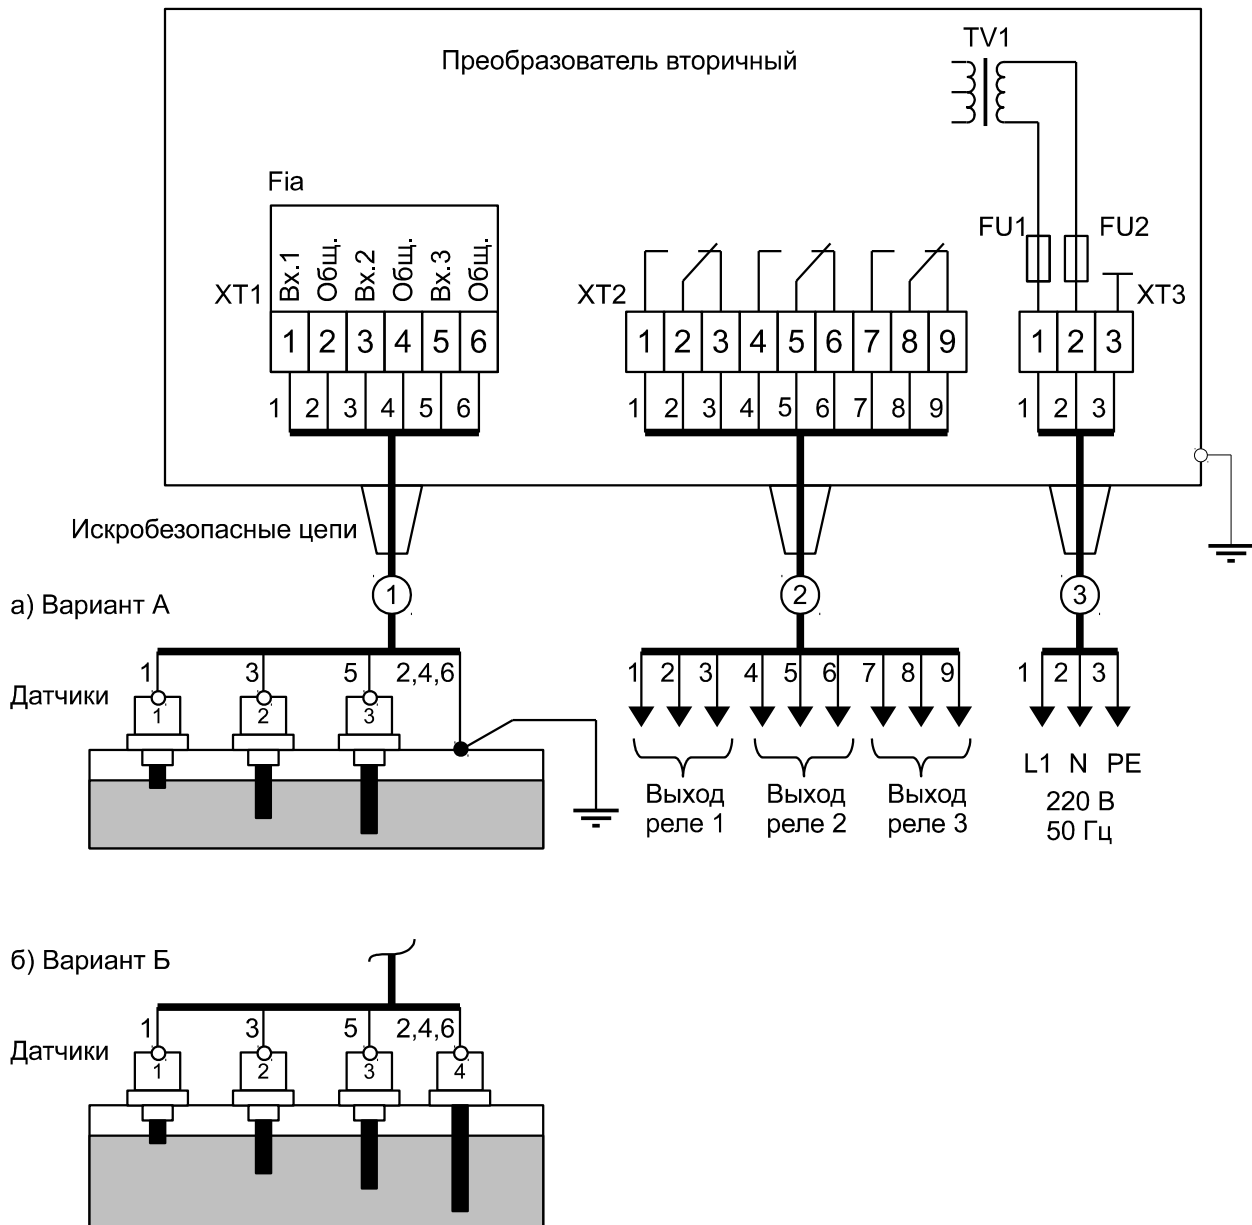

Рисунок 4 - Схема электрическая подключения
- подключить датчики ко вторичному преобразователю согласно схеме подключения (рисунок 4) и подать питание;
2.1.7 Металлический резервуар должен иметь соединение с заземляющим контуром. В случае использования сигнализатора уровня на неметаллических резервуарах должен быть установлен дополнительный датчик 4 (рисунок 4, вариант Б).
2.1.10 Электрический монтаж должен выполняться в соответствии со схемой подключения (рисунок 4) проводом или кабелем с медными жилами сечением 0,75 ... 2 мм².